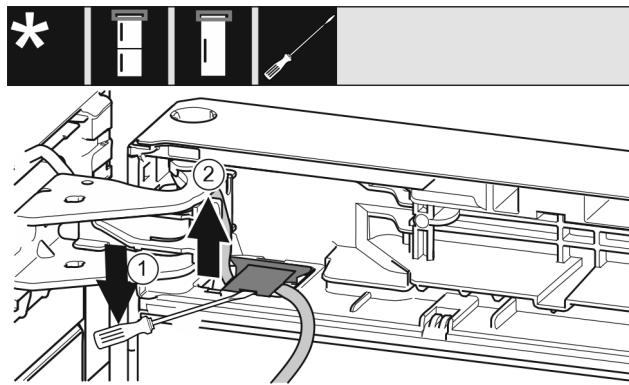

Fig. 21
- ▶ Za pomocą śrubokręta unieść osłonę i wyciągnąć. Fig. 21 (1)
- ▶ Wyciągnąć kabel. Fig. 21 (2)